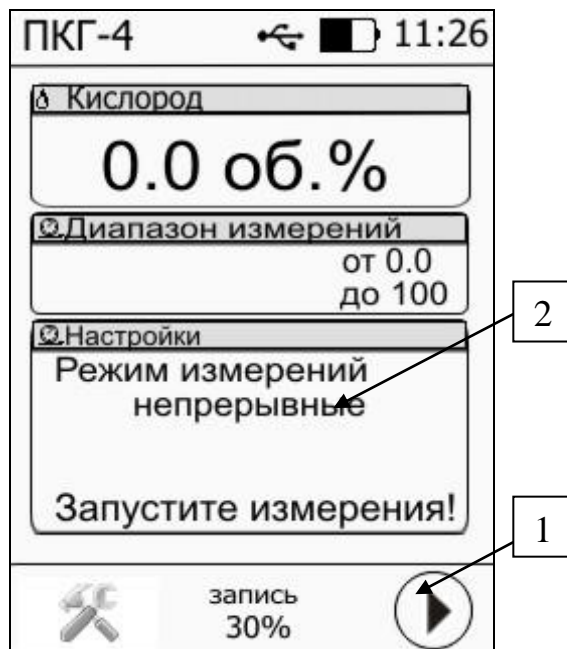

Рисунок 5.1 Главный экран
После включения и самодиагностики газоанализатор входит в режим, где отображаются основные параметры измерительных каналов, Рисунок 5.1. В данном режиме на дисплее отображаются 3 области со значениями параметров: объёмная доля кислорода (%), диапазон измерения, область состояния измерений. В зависимости от исполнения список отображаемых расчётных параметров анализируемой среды может изменяться, Рисунок 5.1.
**Внимание!** Для начала забора пробы газа и анализа концентрации объемной доли кислорода следует нажать на область 1, Рисунок 5.1. **Автоматически** анализ газа **не включается**.
В области «Настройки» можно установить «разовый» режим измерений, в этом режиме газоанализатор будет производить замер концентрации кислорода в течение заданного промежутка времени, для этого надо нажать на область 2, Рисунок 5.1, при этом ниже отобразится время анализа в секундах, настроить которое можно нажатием на него.